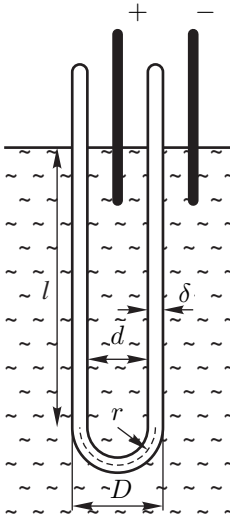

Рис. 9
1. Удельное сопротивление стекла ρ можно определить, измеряя сопротивление системы вода–пробирка–вода (рис. 9). Убедимся, опустив в воду клеммы мультиметра в режиме омметра что удельное сопротивление воды достаточно мало. Растворённые в воде соли делают её идеальным проводником по сравнению со стеклом, поэтому сопротивление такой системы будет равно сопротивлению пробирки R :